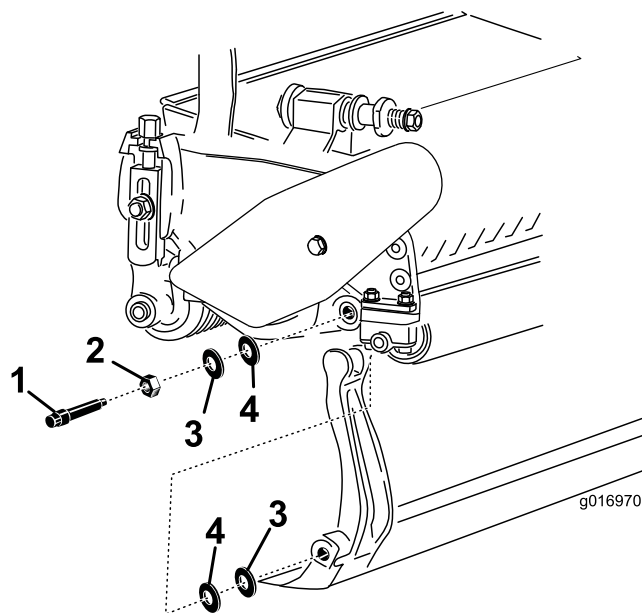

图20
取下底刀架 (图20) 各端的 2 个尼龙和 2 个印花钢垫圈。
3. 将尼龙垫圈放在侧板凸起的两侧。在两个尼龙垫圈的外侧各放一个钢垫圈 图20。